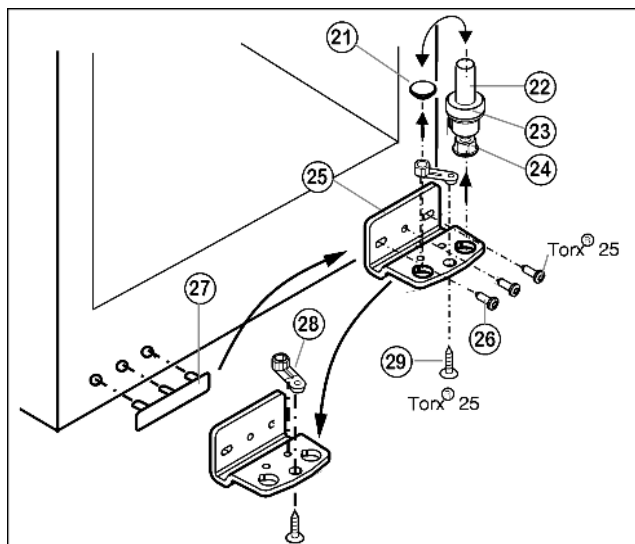

Fig. 6
- ▶ Ložiskový čep Fig. 6 (22) včetně podložky Fig. 6 (23) a seřizovací nožky Fig. 6 (24) vytáhněte nahoru.
- ▶ Zátku Fig. 6 (21) odstraňte.
- ▶ Stojan ložiska Fig. 6 (25) odšroubujte Fig. 6 (26).
- ▶ Ložiskový díl Fig. 6 (28) odšroubujte Fig. 6 (29) a přemístěte jej do protilehlého upínacího otvoru stojanu ložiska, pak ho znovu pevně přišroubujte.
- ▶ Krytku na straně madla Fig. 6 (27) opatrně vytáhněte a přemístěte na druhou stranu.
- ▶ Stojan ložiska Fig. 6 (25) na nové straně závěsu zase přišroubujte příp. pomocí akumulátorového šroubováku (momentem 4 Nm).
- ▶ Zátku Fig. 6 (21) zase vložte do druhé díry.
- ▶ Ložiskový čep Fig. 6 (22) včetně podložky a seřizovací nožky zase nasadte. Přitom dávejte pozor, aby zajišťovací vačka směřovala dozadu.
- ▶ Dveře nasadte shora na spodní ložiskový čep Fig. 6 (22).
- ▶ Dveře případně pomocí obou podélných děr ve spodním stojanu ložiska Fig. 6 (25) vyrovnějte tak, aby lícovaly se skříni přístroje. Vyšroubujte prostřední šroub.